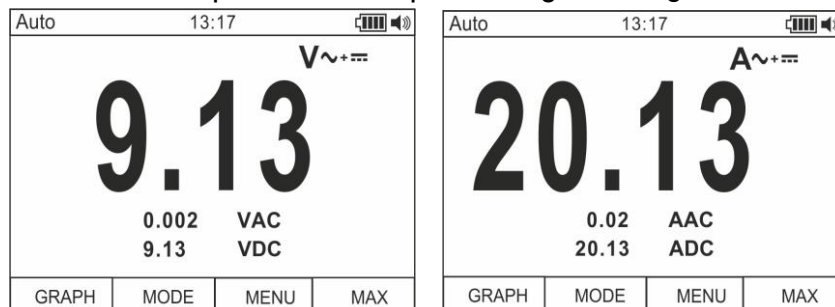

Fig. 3: Description mesure de Courant et de Tension AC+DC
2. Appuyer sur la touche **F2** et sélectionner le mode " $V\sim + \dots$ " ou " $A\sim + \dots$ " (voir Fig. 3)